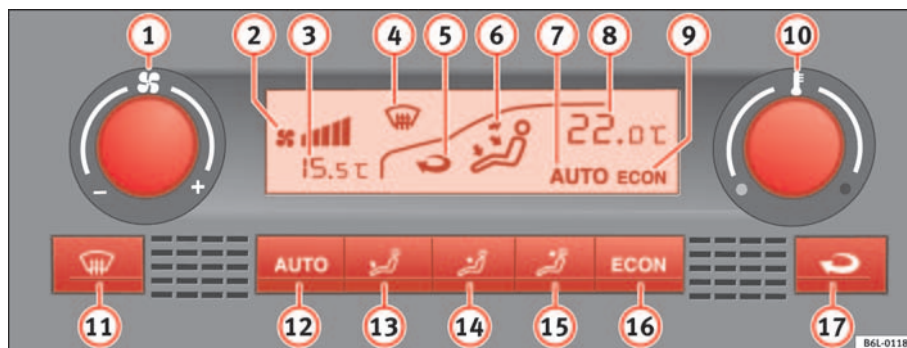

Fig. 90 Mandos del Climatronic en el tablero de instrumentos
- Gire el regulador de la temperatura ⇒ fig. 90 (10) para ajustar la temperatura.
- ① Regulador de la velocidad del ventilador y ON / OFF del sistema.
- ② Indicador del nivel del ventilador
- ③ Indicador de la temperatura exterior
- ④ Indicador de descongelación del parabrisas
- ⑤ Indicador de la función de recirculación de aire
- ⑥ Indicador de la dirección del caudal del aire
- ⑦ Indicación **AUTO** (funcionamiento automático)
- ⑧ Indicador de la temperatura interior seleccionada
- ⑨ Indicación **ECON** (refrigeración desconectada)
- Pulse la tecla **AUTO**. Se visualiza la indicación ⇒ página 127, fig. 90 **7**.
- Pulse una de las teclas ⇒ página 127, fig. 90 **13** a **15** o gire el regulador del ventilador **1**. Se apaga la indicación **7**.
- Pulse la tecla  para conectar o desconectar la recirculación de aire. Está conectada si aparece el símbolo  ⇒ página 127, fig. 90 **5** en la pantalla.